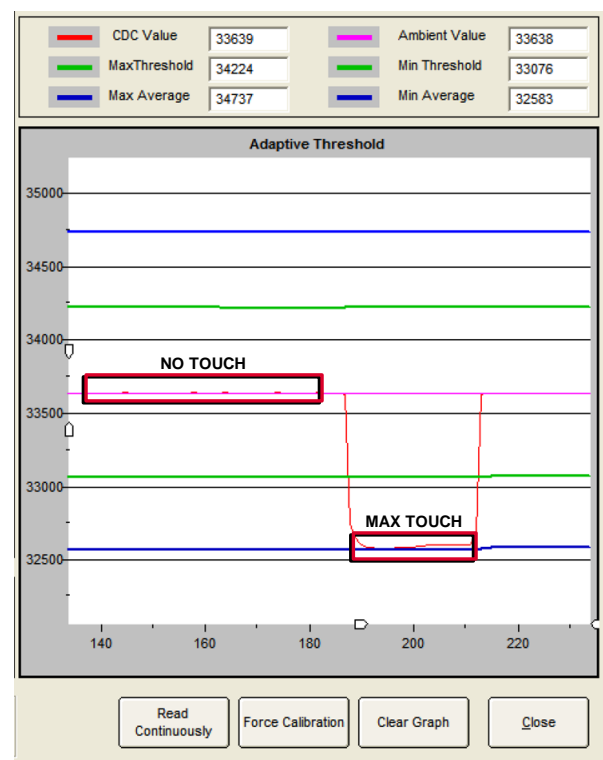

図 10.センサー応答の計測
1. 評価ソフトウェアを使用して各センサーの CDC 出力をプロットします(図 10 参照)。